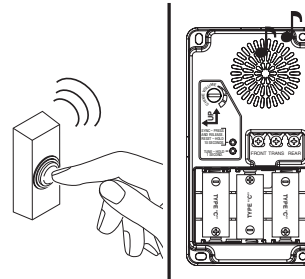

Figure 9
- Appuyez sur le bouton-poussoir, puis relâchez pour vérifier que le carillon et le bouton-poussoir sont synchronisés (voir la Figure 9).